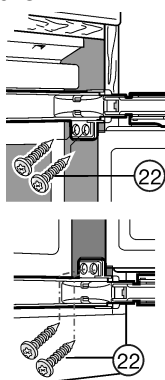

Fig. 27
- ▶ Atornille con tornillos para tablero de partículas largos Fig. 27 (22) en las partes superior e inferior a través de las lengüetas de bisagra.